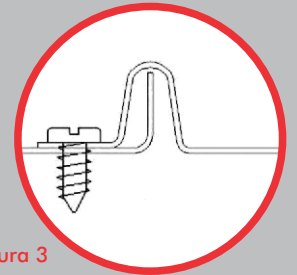

Figura 3
- **6.** La unión longitudinal entre placas debe "coserse" cada 30/40 cm. empleando tornillo autorroscante tipo T1 punta mecha 8 x 9/16" - Figura 3.